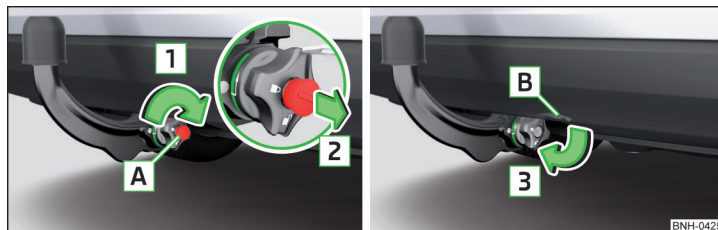

Fig. 140 Încuiati încuietoarea și scoateți cheia/așezați capacul pe încuietoare
- Rotiți cheia **A** în sensul săgeții **1**, astfel încât săgeata de pe cheie să fie orientată spre simbolul **Δ** » fig. 140.